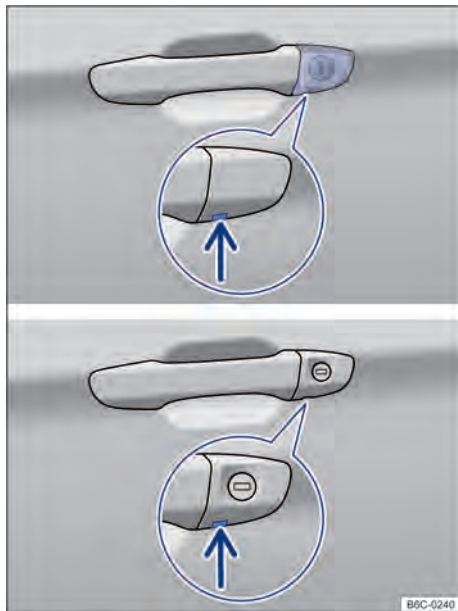

Fig. 54 Manilla de la puerta del conductor: bombín de la cerradura.
- Insertar el paletón de la llave por abajo en la entrecara de llave de la caperuza → fig. 54 (flecha).